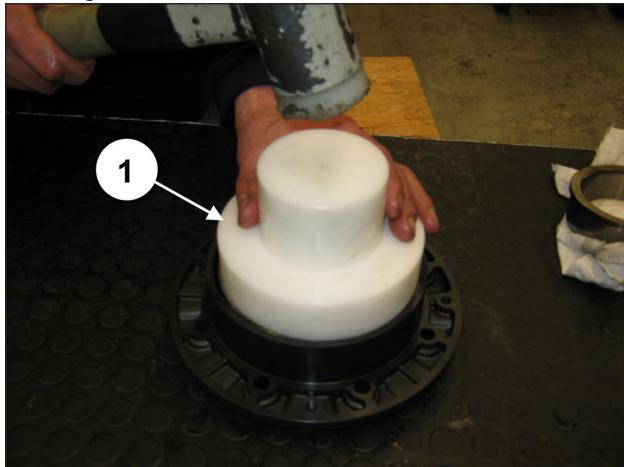
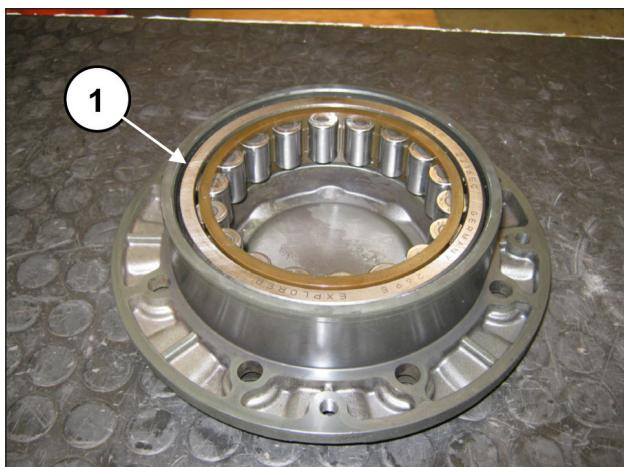

Abb. 57
Abb. 58
Wiederholen Sie den Vorgang am Lagerdeckel, und montieren Sie vorläufig den Außenring des Kurbelwellenlagers mithilfe des Werkzeugs Art. 27605000 (Pos. ①, Abb. 57) bis auf Anschlag (Pos. ①, Abb. 58).